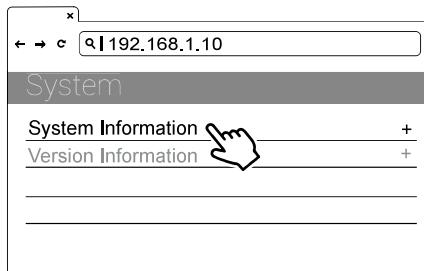

Abbildung 40. Informationen zu Datum und Uhrzeit
- 3) Auswahl: SET | Network | System Information | System DateTime. Siehe Abbildung 40.